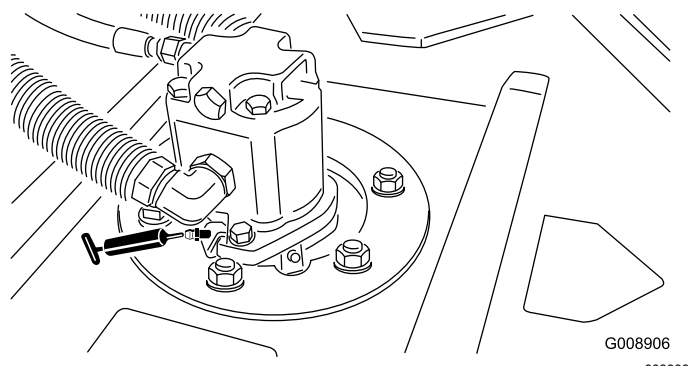

図 37
- カuttingユニットのスピンドルシャフトのベアリングユニット2台に1ヶ所ー 図 37